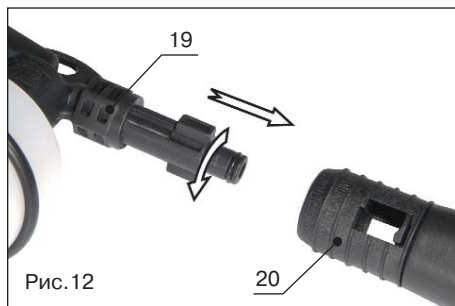

Рис. 12
4. Вставьте распылитель (поз.19, рис.12) в пистолет (поз.20, рис.12) и вращайте его по часовой стрелке до тех пор, пока обе части не защёлкнутся полностью.